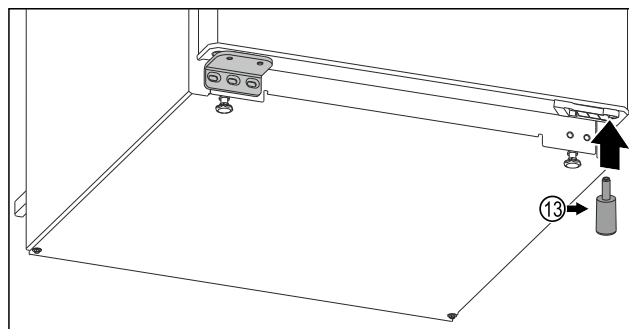

Fig. 18 U spotřebičů bez 4hvězdičkového mrazicího oddílu*
- Distanční vložku Fig. 18 (13) opět vsad'te vpravo dole do dveří; je důležitá pro stabilitu přístroje.*